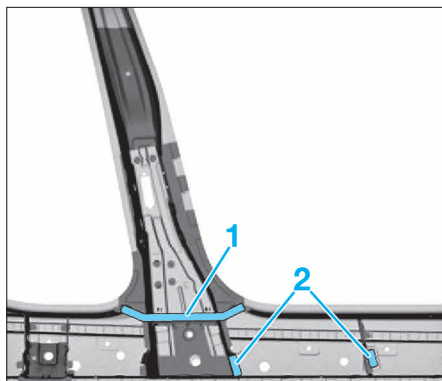

FIG. 21
- Appliquer la colle pour vitre sur l'élément d'isolation des corps creux (1) (Fig.21).